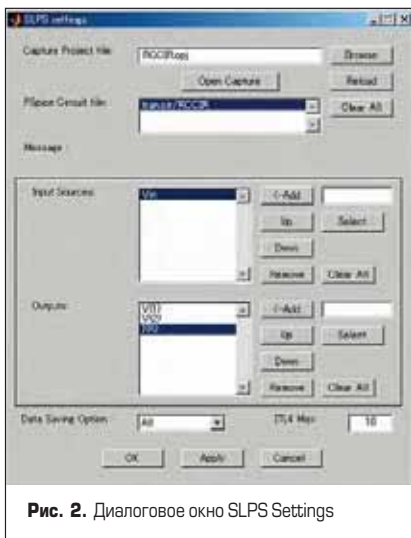

Рис. 2. Диалоговое окно SLPS Settings
Дважды щелкнем по блоку SLPS, чтобы открыть окно SLPS Settings (рис. 2).
2. Закроем редактор схем Capture, если он до этого был открыт. Откроем проект (*.orj), для этого нажмем кнопку Open Capture в диалоговом окне SLPS Settings (рис. 2).
6. Для того чтобы вставить входные данные на схеме (из Simulink в блок SLPS) в списке **Input Sources**, определим источник напряжения (V) и источник тока (I). Если выбран источник напряжения, входной сигнал будет подаваться на схему как значение напряжения, а если выбран источник тока, оно будет подаваться как значение тока. В этом списке перечислены входные сигналы к блоку SLPS. Должен быть определен не менее чем один входной источник.